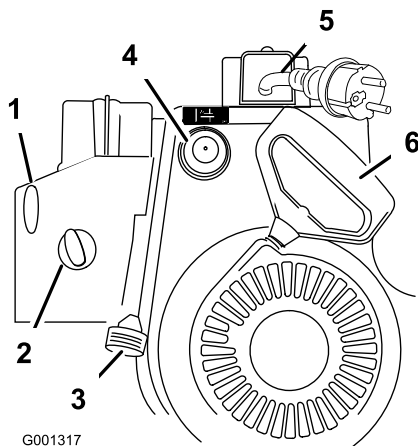

Bild 15
7. Lassen Sie die Schneefräse mit dem Rücklaufstarter oder dem elektrischen Anlasser an (Bild 15).